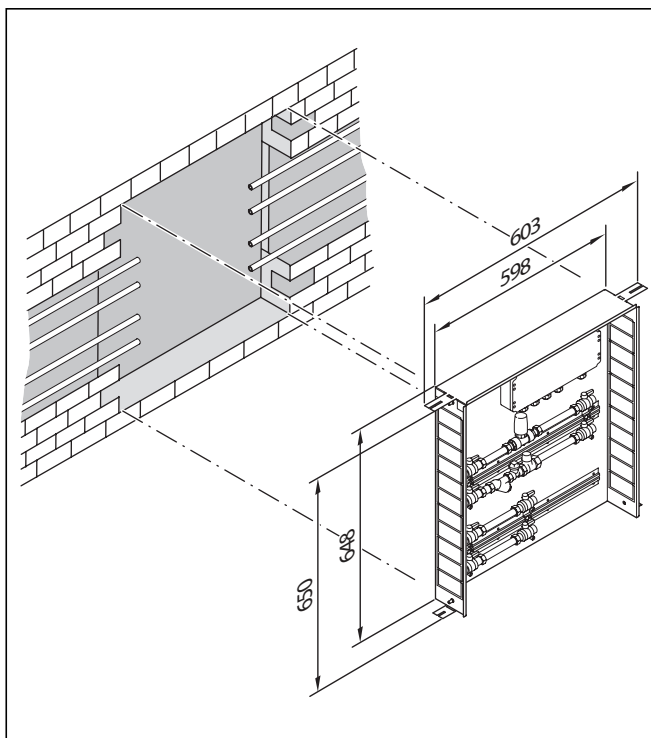

Fig. 4.2 Misure del telaio di montaggio in mm
- Praticare nel muro un'apertura delle misure indicate (fig. 4.2)